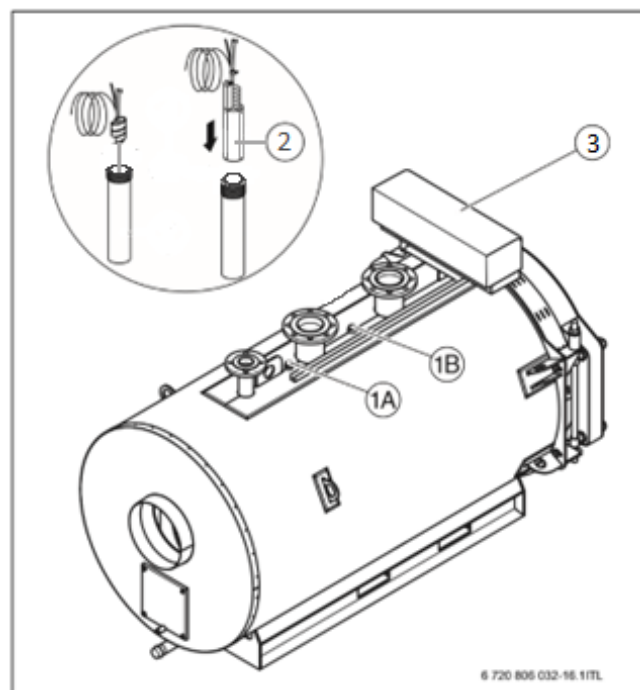
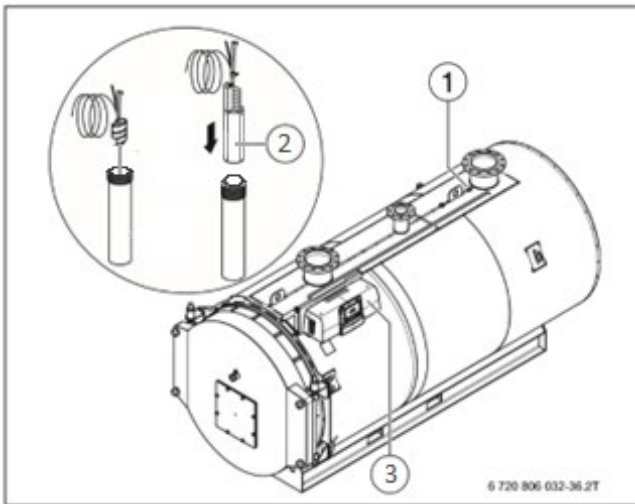

Рисунок 18 Установка датчика температуры SK 120 – 820 кВт
Рисунок 19 Установка датчика температуры SK 1040 – 1850 кВт
УВЕДОМЛЕНИЕ: возможно повреждение оборудования из-за неправильного положения датчиков! Датчики предохранительного ограничителя температуры (STB) и регулятора температуры (TR) должны устанавливаться в точках замера на верхней стороне котла (Рисунок 18 и Рисунок 19).